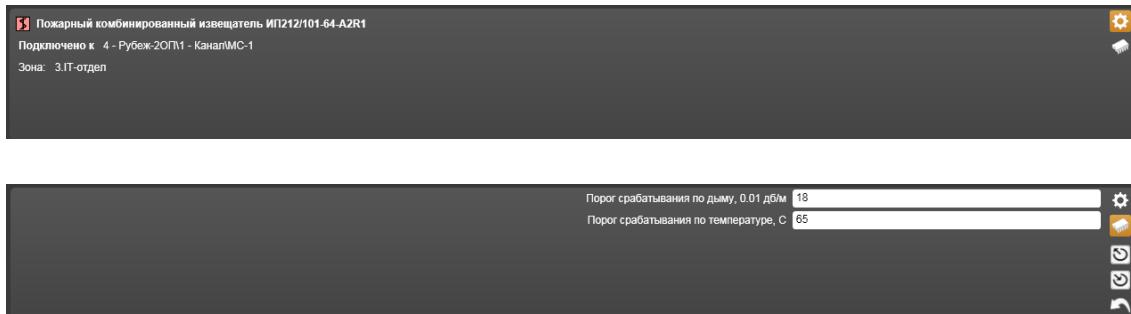

Рисунок 14.3.54 – Свойства Пожарного комбинированного извещателя ИП212/101-64-А2Р1
## 15) Пожарный комбинированный извещатель ИП212/101-64-А2Р1 (ИП-64К) (Рисунок 14.3.54).
- – **Параметры по умолчанию** – значок, при щелчке на котором происходит считывание параметров из памяти компьютера в таблицу параметров текущей закладки (Нижний рисунок 14.3.54).